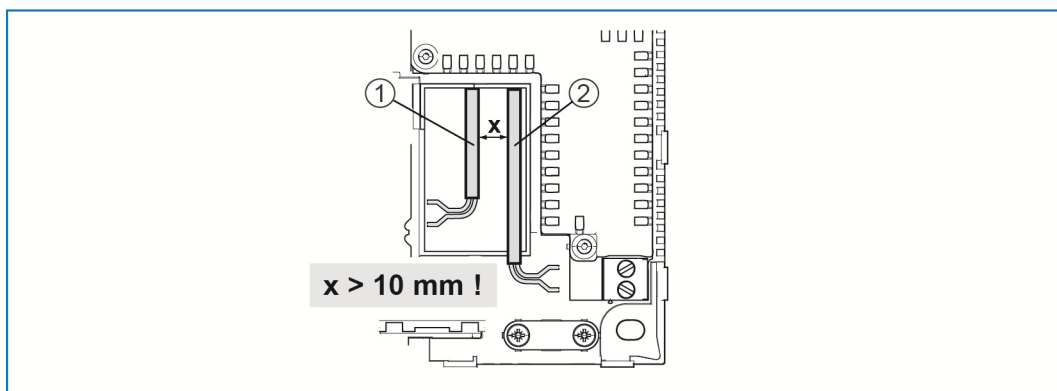

Fig. 4: SELV-strømkredse
- » Ved montering skal du sørge for en afstand på (> 10 mm) fra SELV-strømkredse til andre strømkredse (se Fig. 4).